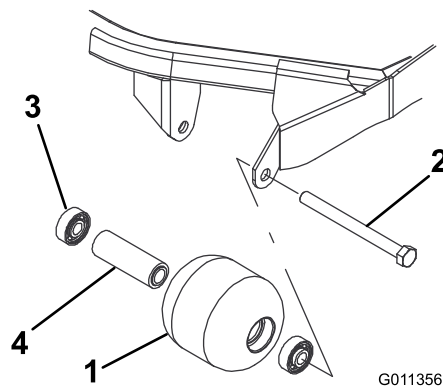

图 82
1. 卸下滚筒安装螺栓图 82。
4. 检查滚筒壳体、轴承以及轴承隔片是否受损图 82。更换并组装任何受损的组件。
1. 将第一个轴承按入滚筒壳体图 82。仅按住外座圈或同时按住内、外座圈。
2. 插入隔片图 82。
3. 将第二个轴承按入滚筒壳体图 82。同时按住内、外座圈直至内座圈接触到隔片。